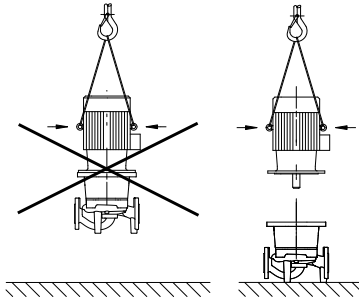

Fig. 8: Transporte del motor
- Las argollas de transporte del motor sirven solo para el transporte del motor, no para el transporte de toda la bomba (Fig. 8).